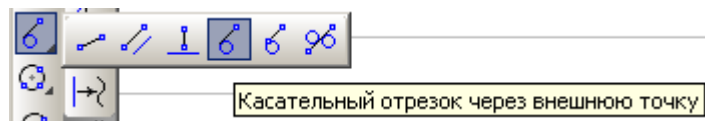

Рис. 3.9
1.3 Для побудови дотичних з точки $p1$ до кожного кола оберіть функцію *Дотичний відрізок через зовнішню точку* (рис. 3.9), натисніть лівою клавiшею миші на коло (воно виділиться червоним), з'єднайте коло з точкою $p1$ та оберіть потрібну пряму (з двох) курсором і зафіксуйте побудовану пряму (команди *Створити об'єкт* та *STOP* на панелі властивостей). Стиль прямої – *Основна*.